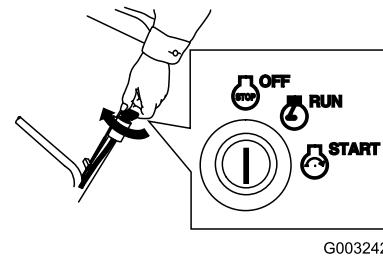

Bild 22
- Drehen Sie den Schlüssel auf die Aus-Stellung (Bild 22).